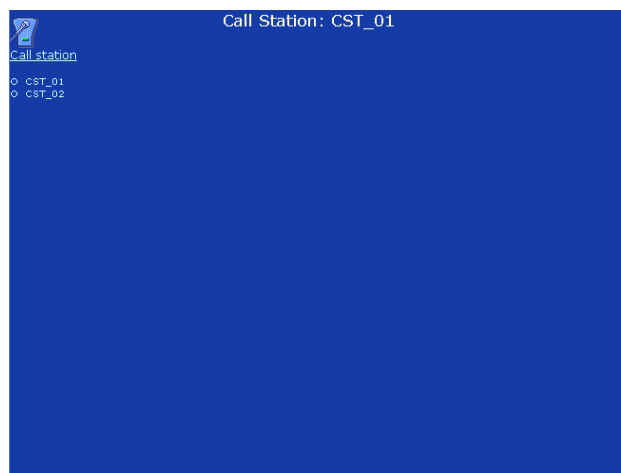

figura 36.38: Switch trigger, passaggio 1
- 1 Andare a *Configure > Action Programming > Call station*. Nella cornice principale dell'interfaccia web, appare una schermata simile a quella in figura 36.38.